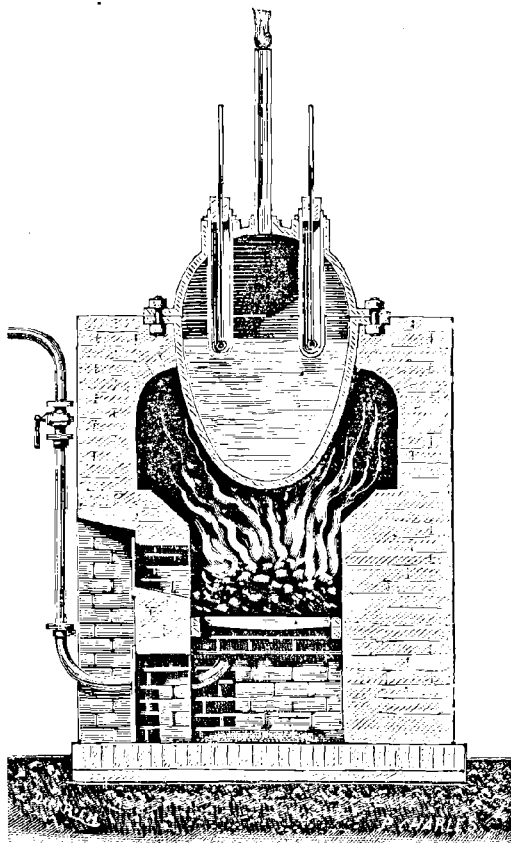

Fig. 110. Fabrication du Phosphore rouge.
**Préparation.** — On le prépare en chauffant le précédent au bain-marie, à l'abri de l'air, pendant douze jours (fig. 110). M. Coignet, de Lyon, le fabrique en grand.